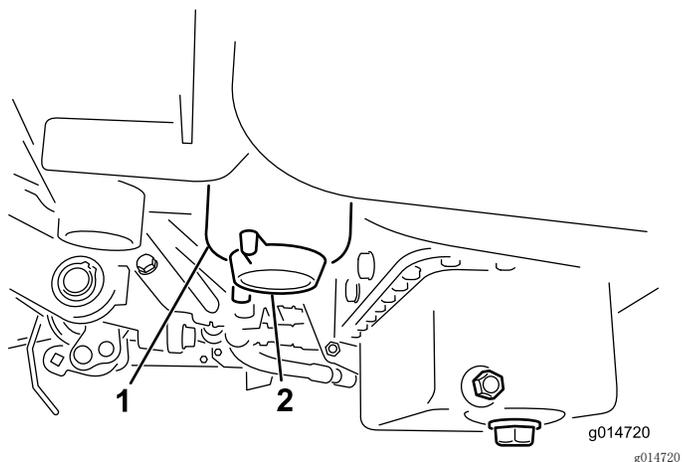

图 34
3. 打开燃油滤清器上的排油塞，大约旋转一周，排干积水（图 34）。